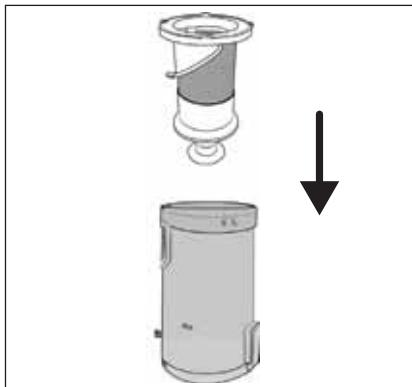

Fig. 23
① Remarque
- 6) Insérez le filtre en acier inoxydable ⑥ dans le bac à poussière ⑦ et poussez-le jusqu'en bas (voir fig. 23). Notez que le filtre en acier inoxydable ⑥ est doté de dispositifs d'arrêt de différentes tailles. Le filtre en acier inoxydable ⑥ ne s'insère dans le bac à poussière ⑦ que dans une seule position du fait de ces dispositifs d'arrêt.